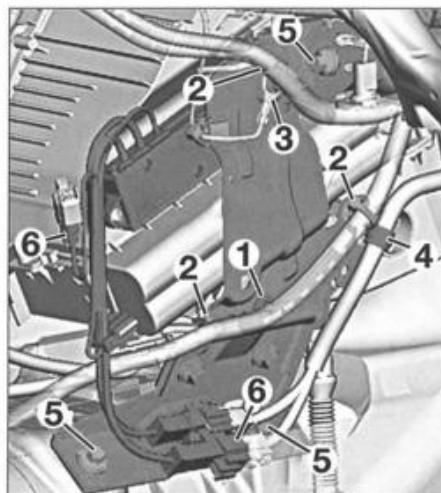

FIG. 12
- el tornillo de la caja de intercambiador térmico (1) (fig. 12).
- los clips de cableado de salpicadero (2).
- el cable de masa (3).
- el clip (4) del cableado motor en la caja de calefacción.
- los 3 tornillos (5) del refuerzo de salpicadero y éste.
- Sacar los conectores de calefacción auxiliar (6).